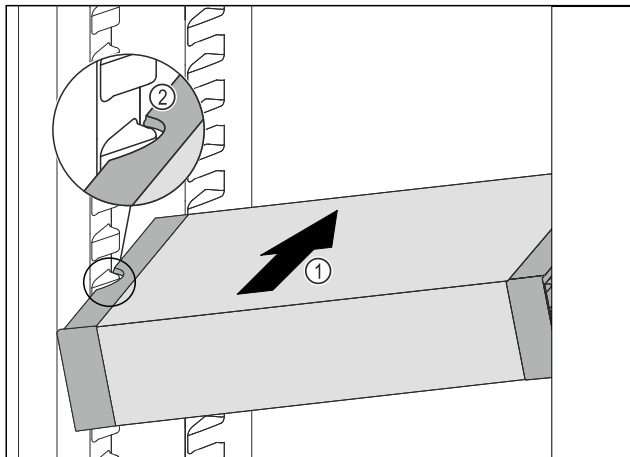

Fig. 158
- VarioSafe schräg in das Kühlteil einschieben Fig. 158 (1), bis sich die seitlichen Aussparungen Fig. 158 (2) des VarioSafes auf Höhe der Behälterrippe im Kühlteil befinden.